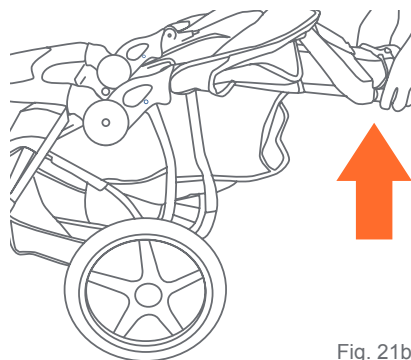

Fig. 21b
- Levante el manubrio del carrito con ambas manos hasta que el armazón del carrito esté erguido y trabado en la posición abierta (Fig. 21b). El carrito tiene pestillos accionados por resorte a ambos lados del armazón. Pruebe que ambos pestillos estén completamente sujetados antes de colocar a su hijo en el carrito.